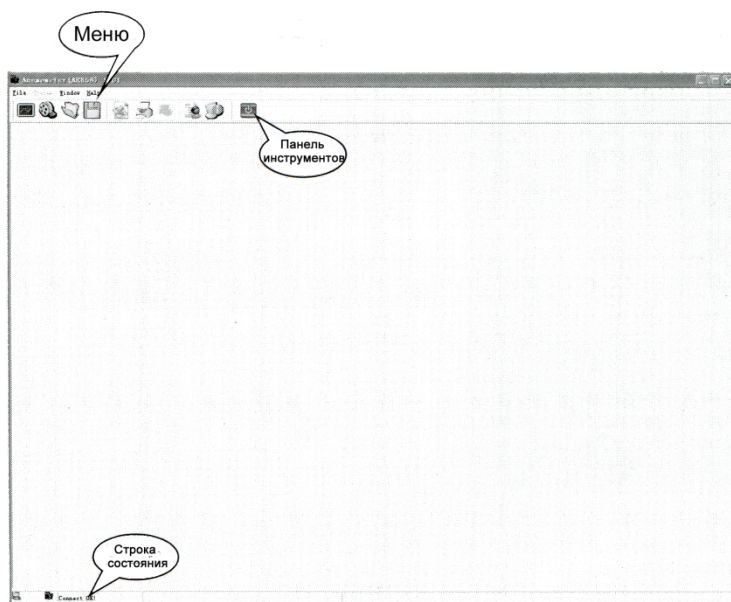

Рис. 1
- Запустите программу ярлыком на рабочем столе или через меню «Пуск» (Программы\Smart Sensor\Anemometer\Anemometer). Отобразится окно программы, как на рис.1: